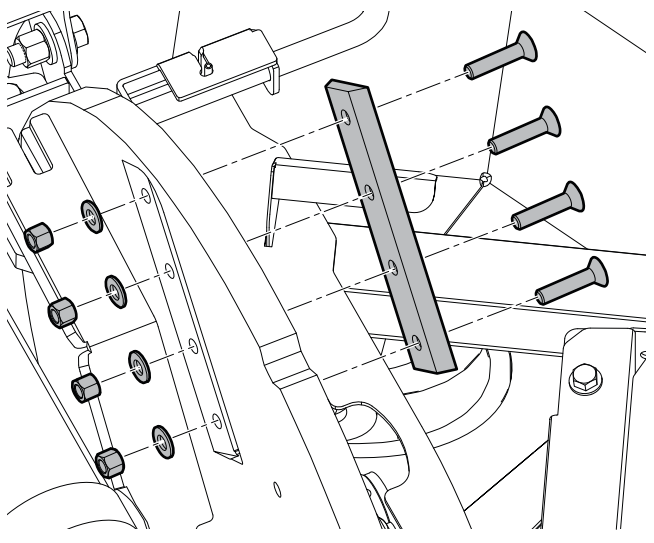

Fig. 46 – Installer un couteau de rotor
11. Installez les attaches du couteau du rotor. Voir *Fig. 46 à la page 62*.